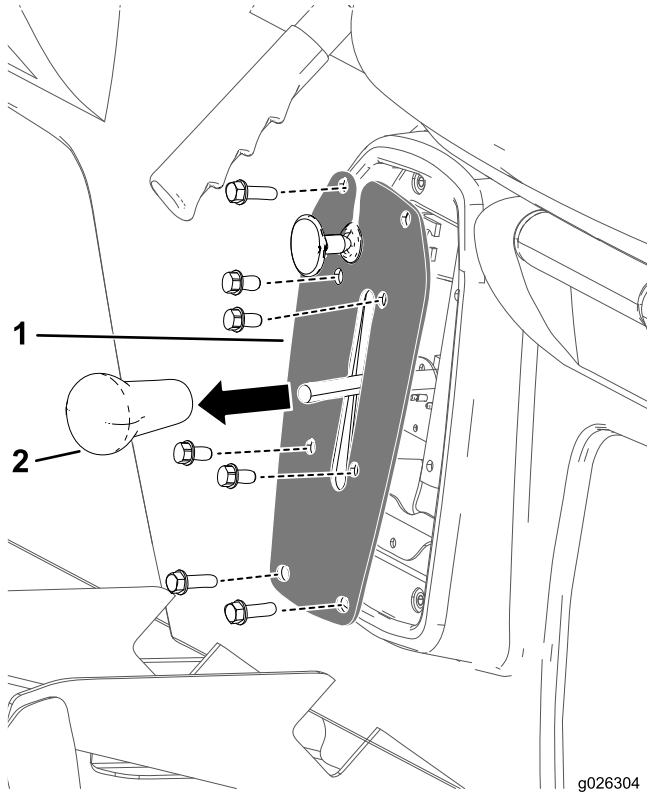

Figura 1
1. Retire el pomo de la palanca de cambios (Figura 1).
2. Retire los 4 pernos que sujetan la placa del selector de marchas al soporte (Figura 1).
3. Retire los 4 pernos que sujetan la placa del selector de marchas a la base del asiento, y retire la placa del selector de marchas (Figura 1).